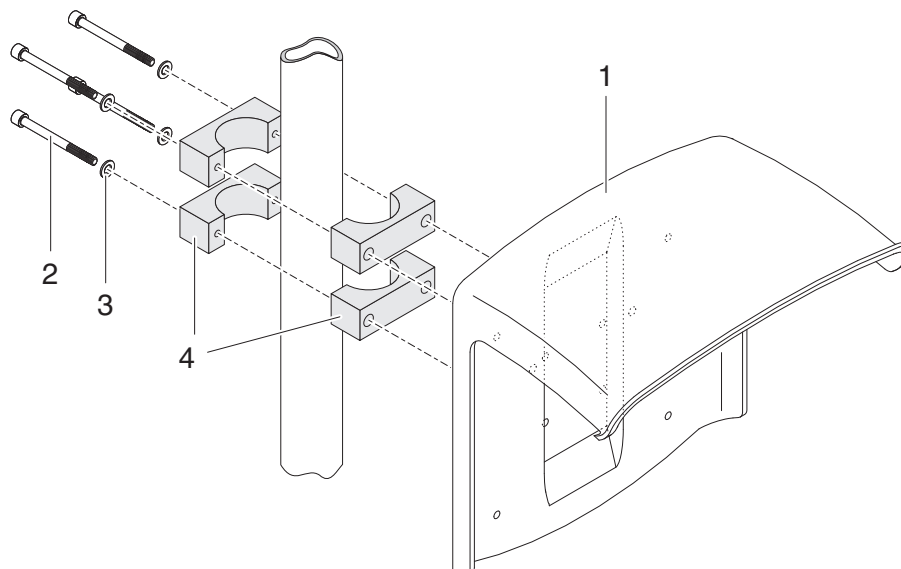

fig. 3-5 Montage du toit de protection SSH/IQ sur une colonne de support
- 1 Visser le toit de protection (pos. 1 fig. 3-5) avec les quatre vis à six pans creux (pos. 2), les rondelles (pos. 3) et les colliers (pos. 4), sur la colonne de support à la hauteur désirée, à partir du dos.